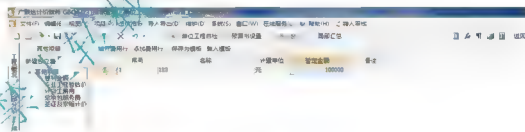

图 3.50 暂列金额
(1) 添加暂列金额,按招标文件要求暂列金额为100 000元,在名称中输入“暂列金”,在金额中输入“100000”,如图3.50所示。